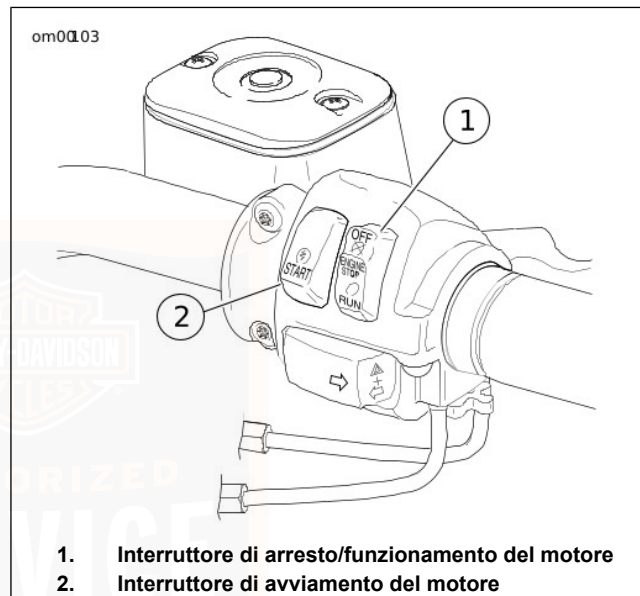

Figura 25. Comandi del semimanubrio destro
2. Vedere Figura 25. Girare l'interruttore di arresto/funzionamento del motore su FUNZIONAMENTO.